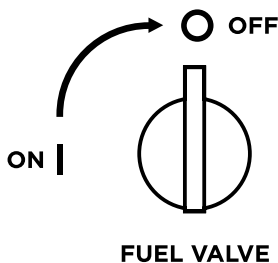

Figura 11 - Apagado del combustible - Apagado
4. Gire la válvula de cierre de combustible de gasolina a la posición APAGADA (consulte la Figura 11 a continuación).